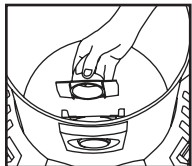

FIGURE 13
22. Retirez le déflecteur d'admission du guide de déflecteur. **REMARQUE :** Le tuyau doit être enlevé avant le retrait du déflecteur d'admission. **FIGURE 13.**